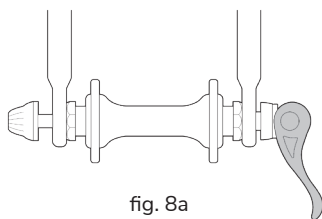

fig. 8a
2. Zet het wiel, terwijl de voorvork naar voren wijst, tussen de vorkpoten zodat de as stevig bovenin de uitvaleinden komt te zitten. Een eventuele spanhendel moet voor de fietser aan de linkerkant van de fiets zitten (fig. 8a). Als uw fiets is voorzien van een clip-on secundair borgingsmechanisme, zet deze dan vast.
3. Als u een traditionele snelspanner heeft, houd dan met uw rechterhand de spanhendel in de OPEN stand (fig. 11b), en draai met uw linkerhand de spanmoer aan totdat deze handvast tegen het uitvaleinde zit (fig. 8a). Als u een cam-and-cup systeem heeft: de moer en de cup zullen in de uitsparing van de uitvaleinden zijn geklikt en verdere afstelling is normaal gesproken overbodig.